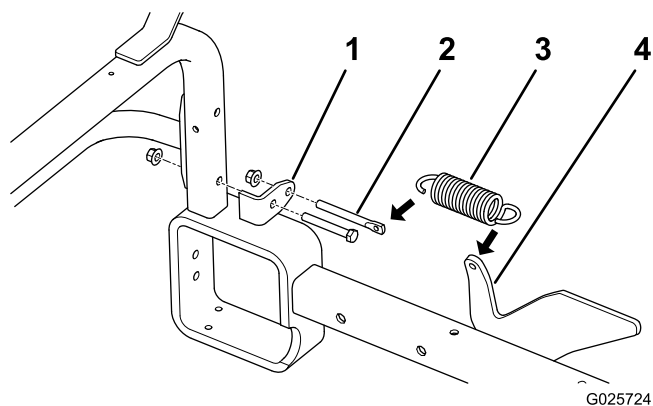

図 7
2. 各ヒッチチューブ取り付けブラケットを縦フレームチューブに固定している下側のナットとボルトを外す 図 7。
注 スプリングブラケットは図7のようにセットする。